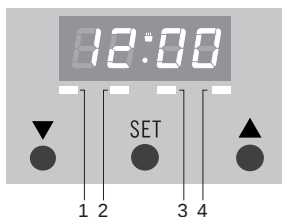

Abb. 5
Nach Anschluss des Gerätes oder nachdem die Stromzufuhr unterbrochen war, erscheint '12.00' im Display. LED 4 blinkt (siehe Abb. 5). Die Tageszeit kann eingestellt werden.
- Drücken Sie auf 'SET', bis LED 1 blinkt (siehe Abb. 5).
- Drücken Sie ▼ oder die Taste ▲, bis die richtige Kurzzeitweckerzeit erreicht ist. Die eingestellte Zeit bleibt im Display sichtbar. LED 1 brennt kontinuierlich (siehe Abb. 5).
- Drücken Sie 'SET', bis LED 2 blinkt (siehe Abb. 5).
- Drücken Sie 'SET', bis das LED 3 blinkt (siehe Abb. 5).
LEDs 2 und 3 brennen kontinuierlich (siehe Abb. 5). Die Tageszeit wird angezeigt. Im Backofen ertönt ein Signal, wenn die eingestellte Zeit erreicht ist. Er schaltet sich automatisch aus.